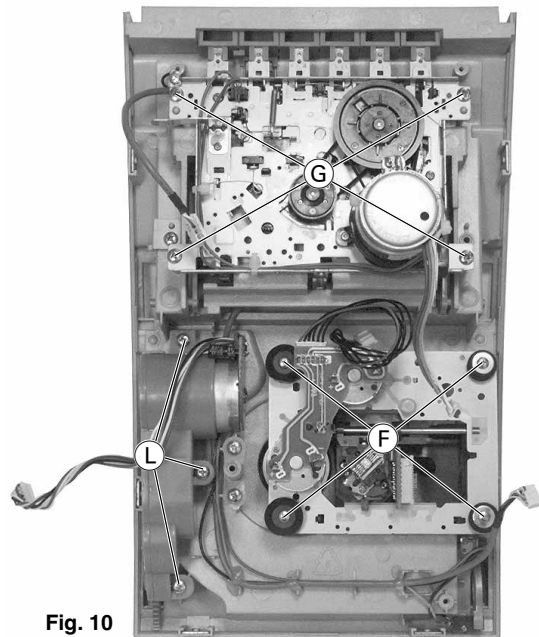

Fig. 10
- 4 Schrauben ⑥ (Fig. 10) herausschrauben.
- Undo 4 screws ⑥ (Fig. 10).
- 3 Schrauben **L** (Fig. 10) heraus-schrauben.
- Undo 3 screws **L** (Fig. 10).